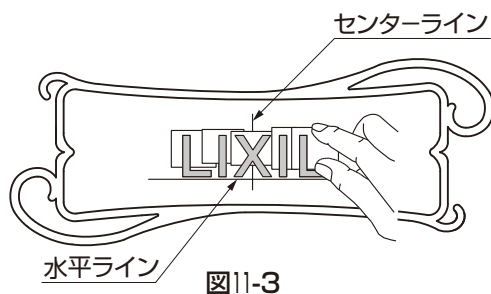

図11-3
③水平ラインと文字の位置を合わせて、文字をセンターラインから左右等間隔になるよう仮貼りしてください。(図11-3参照)